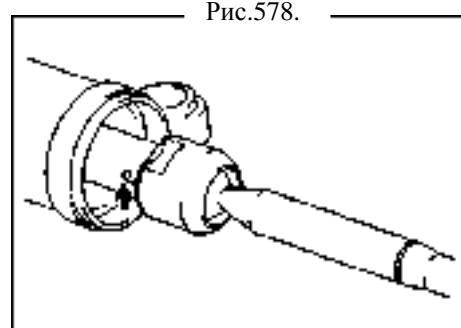

Рис.578.
- (а) Убедитесь, что отверстие не забито смазкой (Рис.578).